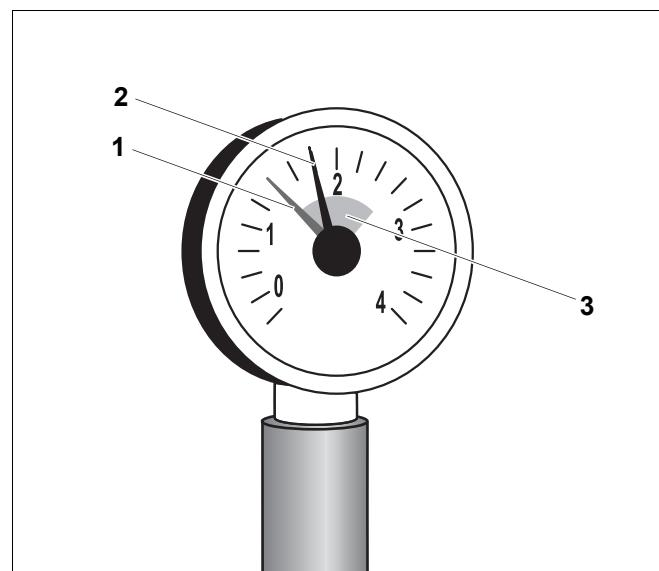

Рис. 24 Манометр для закрытых отопительных установок
- Красную стрелку (Рис. 24, **поз. 1**) манометра отопительной установки поставить на необходимое минимальное давление 1 бар.